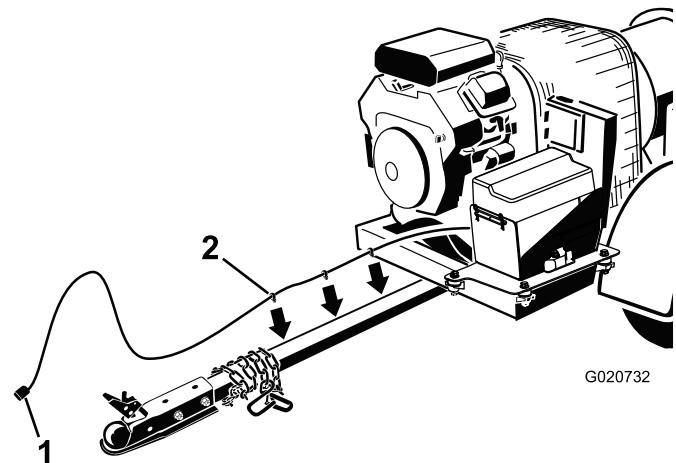

Figure 5
3. Acheminez le faisceau le long du côté droit du tube d'attelage (Figure 5).
4. Insérez les clips de faisceau dans les trous sur le côté du tube d'attelage pour le fixer en place (Figure 5).